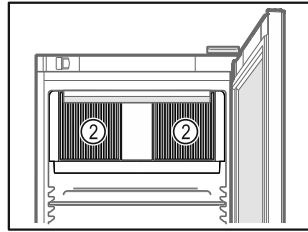

Fig. 63
- Не закрывайте вентиляционную щель Fig. 63 (2) вентилятора циркуляционного воздуха во внутренней камере.